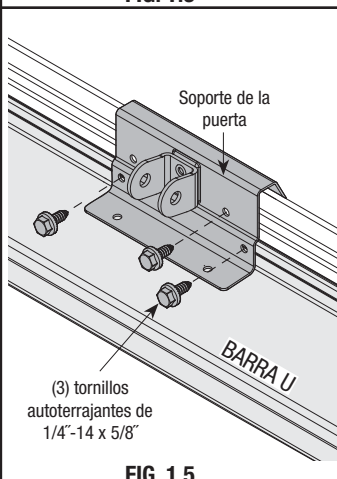
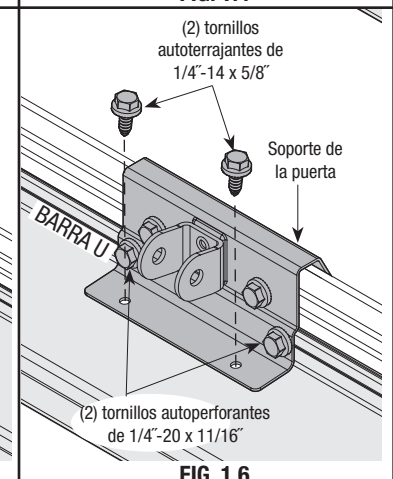

FIG. 1.5
FIG. 1.6
Ubicar el centro de la sección superior y asentar el soporte de puerta en el extremo macho de la sección superior. Se ha de centrar y colocar el soporte de la puerta sobre la sección superior de modo que una el punto de transición del espesor de la sección, como se muestra en las figuras 1.1. y 1.2. Instalar (2) tornillos de cabeza phillips nro. 12 x 1/2" en el lado opuesto del soporte de la puerta, como se muestra en la FIG. 1.3. Si la barra U provista inicialmente está en la puerta, amordazar el soporte a la barra U, como se muestra en la FIG. 1.4. Primero instalar los (3) tornillos autoterrajantes de 1/4" - 14 x 5/8" al soporte de la puerta, como se muestra en la FIG. 1.5. Luego, instalar (2) tornillos autoterrajantes de 1/4" - 14 x 5/8" al soporte de la puerta, como se muestra en la FIG. 1.6. Retirar las mordazas de presión.
NOTA: Si se tiene una puerta 9100, se pueden usar dos de los tornillos autoperforantes de 1/4" - 20 x 11/16" para instalar la barra U en vez de los tornillos autoterrajantes de 1/4" - 14 x 5/8" al instalar el soporte de la puerta a la barra U, como se muestra en la FIG. 1.6.